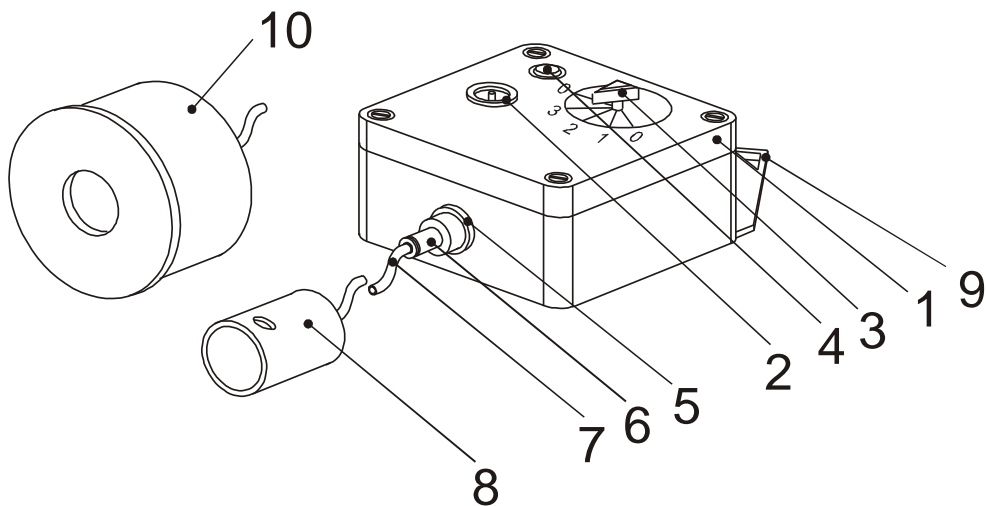

Рис. 1. Внешний вид генератора
1.4.1. Внешний вид генератора показан на рис. 1. На верхней крышке корпуса генератора **1** расположены разъем ЗАРЯДКА **2**, переключатель режимов работы **3**, светодиод включения и состояния блока аккумуляторов **4**. На передней панели корпуса расположены гайка **5**, закрепляющая фитинг **6** для присоединения фторопластовой трубки **7**. Градуйрочная насадка **8** предназначена для подачи смеси на вход проверяемого прибора. Для переноски генератора на задней панели установлен крепежный элемент **9**. Фильтр-поглотитель **10** служит для поглощения хлора из смеси во время выхода генератора на режим и между использованием.
2.1.2. Перед использованием полностью зарядите блок аккумуляторов: переведите переключатель 3 режимов работы в положение 0 (выкл), выходной разъем зарядного устройства вставьте в разъем ЗАРЯДКА 2 (см. рис. 1). Подключите зарядное устройство к сети переменного тока 220 В, 50 Гц. Время первой зарядки составляет не менее 8 часов.
2.2.1. Поместите генератор в вытяжной шкаф или соедините фторопластовую трубку 7 с фильтром – поглотителем 10 (см. рис. 1).